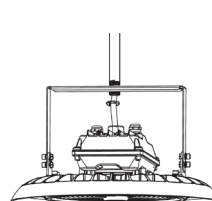

Fig. 11
4. Après l'installation, raccorder le luminaire au réseau électrique conformément aux normes locales. S'assurer que les connexions sont stables. En ajustant les vis du support, il est possible d'orienter le luminaire de 50° vers la gauche ou la droite à la verticale. (Fig. 11)